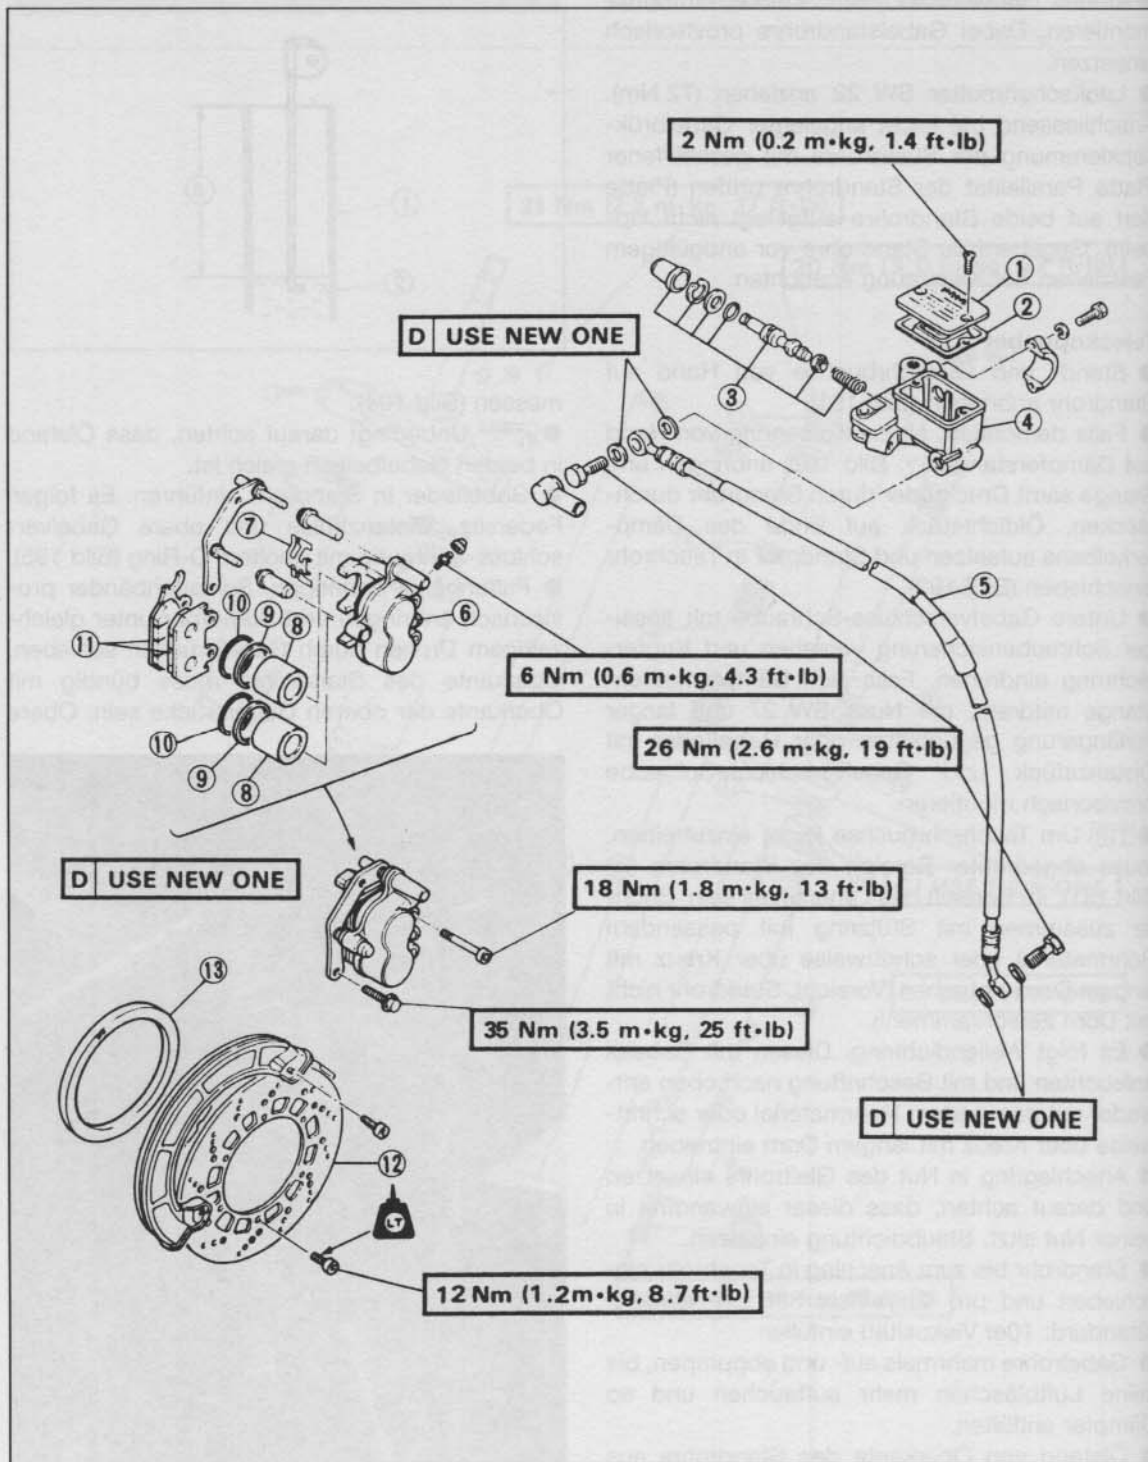

Bild 198
- Vor Zusammenbau alle Teile der hydraulischen Bremsanlage (Bild 198) mit sauberer Bremsflüs-